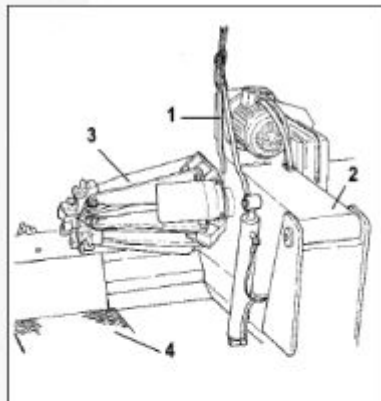

Рисунок 33
(на стенде для транспортировки установлена вишка 1 (рис. 33).
1) Опустите вниз до конца кронштейн самоцентрирующейся цапги 2 (рис. 33).
2) Полностью сложите кронштейны цапги 3 (рис. 33).
3) Каретку 4 (рис. 33) до упора подведите к кронштейну.